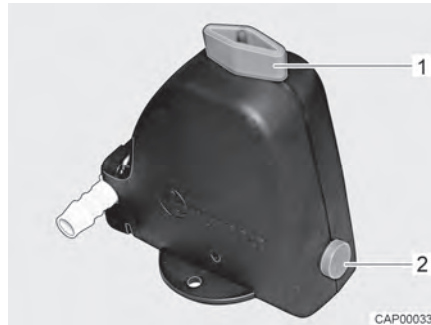
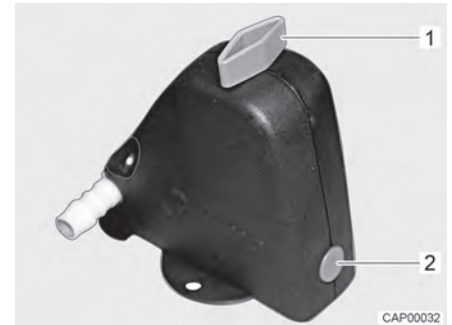

Bild 127 Säkerhets-/avtappningsventil öppen
Bild 128 Säkerhets-/avtappningsventil stängd
- Stäng säkerhets-/avtappningsventilen. Ställ vredet (Bild 127,1) diagonalt mot säkerhets-/avtappningsventilen och tryck in tryckknappen (Bild 127,2). Den stängda säkerhets-/avtappningsventilen visas i Bild 128. Vid temperaturer lägre än 6 °C kan säkerhets-/avtappningsventilen inte stängas.